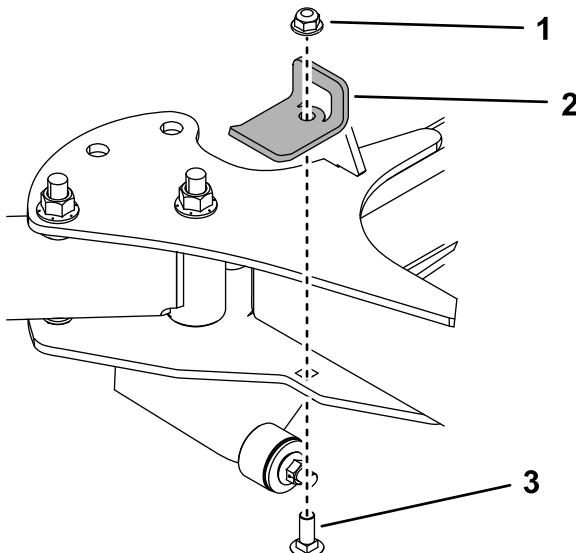

Figura 25
8. Retire los topes (Figura 25).